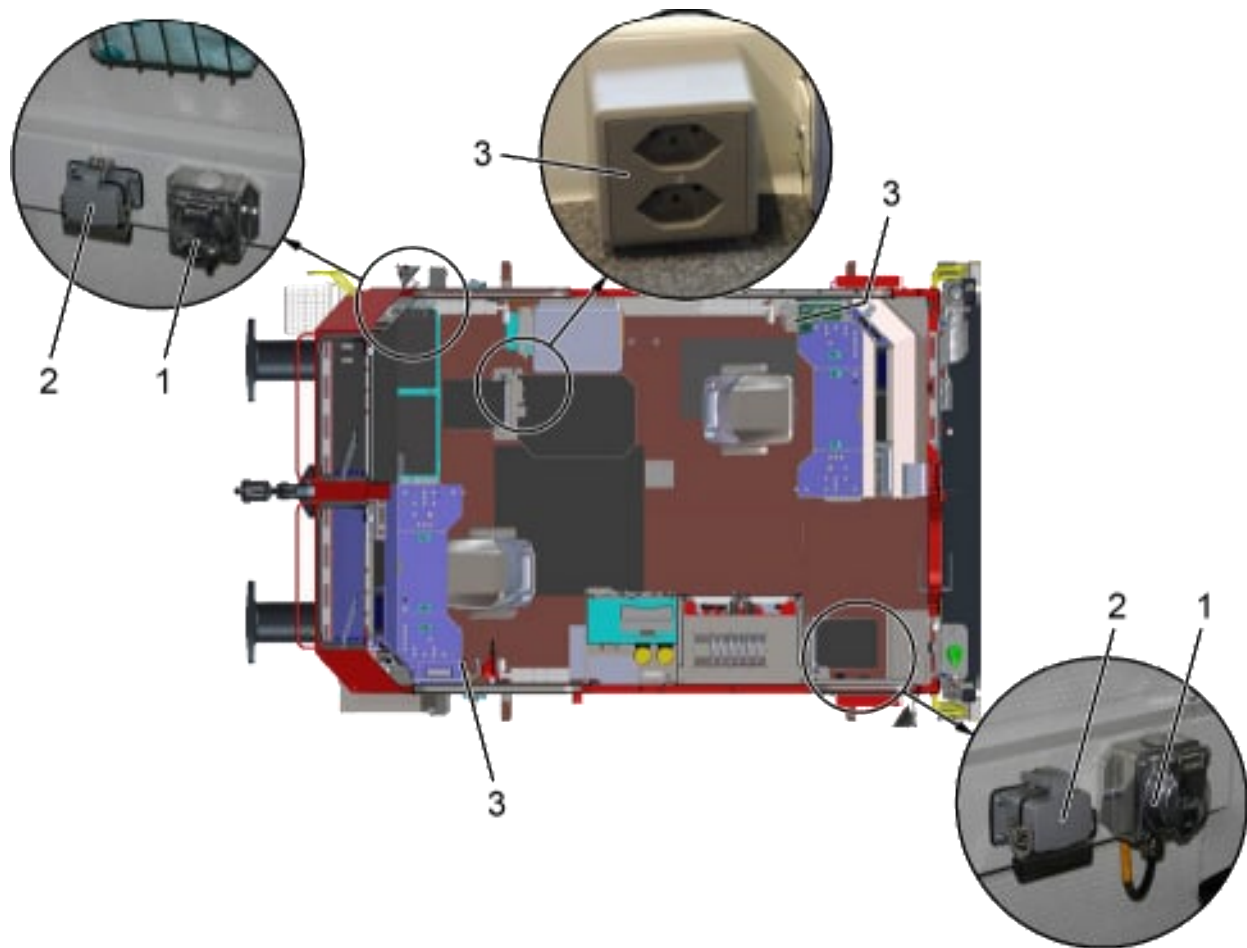

Abb. 31: Steckdosen Kabine
Die vom Generator erzeugte oder von der Fremdeinspeisung bereitgestellte Spannung 230 V AC dient der Versorgung und dem Betrieb elektrischer Betriebsmittel am und auf dem Fahrzeug. Sie versorgt die Ladegeräte der Batterien und die Steckdosen in der Kabine, siehe Abb. 31 (1) und (3).